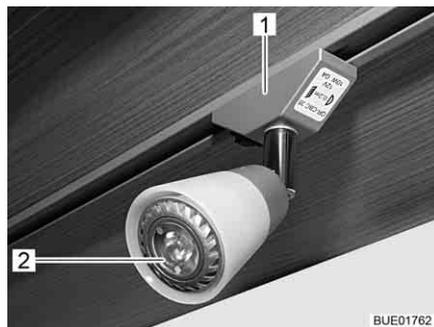

Fig. 266 Faretto (mobile)
- Ruotare il faretto (Fig. 266,1) di 90° e toglierlo dalla rotaia.
- Estrarre i LED (Fig. 266,2) con una ventosa.